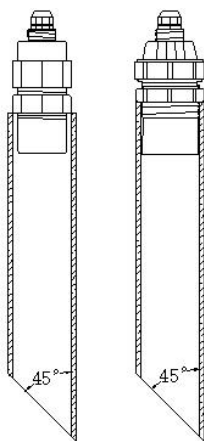

图 12 加导波管安装
(3) 由于现场环境不规范、量水槽等特殊情况下，明渠流量计液位检测时会出现波动数据检测不准确。而避免这种现象的有效办法，就是加导波管的安装方式，如图 12 图所示。